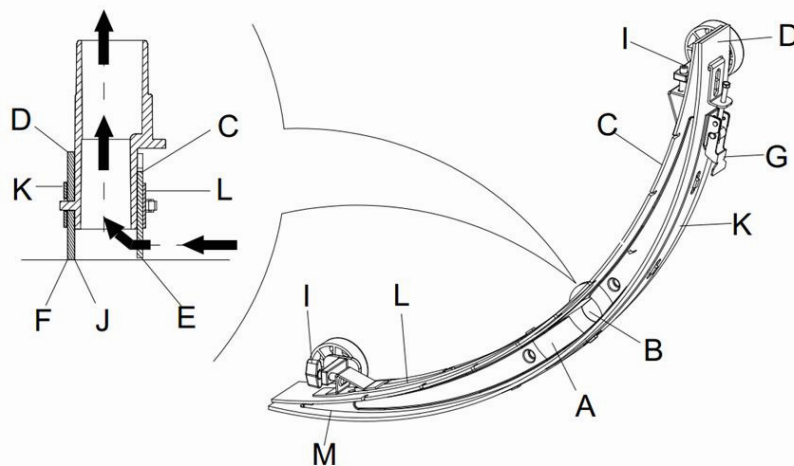

Figure 15
2. Appuyez sur l'interrupteur d'alimentation (41) sur la position "O" pour éteindre la machine.
3. Dévissez les molettes (16) de la raclette, débranchez le flexible d'aspiration de la raclette puis retirez la raclette.
4. Utilisez la poignée de levage de la raclette (14) pour soulever le cadre de support de la raclette.
5. Nettoyez la raclette (**Figure 15**). Nettoyez en particulier la rainure (**A, Figure 15**) ainsi que les saletés et les fragments dans le tube d'aspiration. Vérifiez si la bavette avant (C) et la bavette arrière (D) de la raclette sont intactes et s'il n'y a pas de bords usés ou déchirés. Remplacez-les si nécessaire (voir les étapes dans la partie suivante).
1. Suivez les méthodes indiquées dans la section précédente pour nettoyer la raclette (**Figure 15**)
2. Vérifiez le bord (**E, Figure 15**) de la bavette avant de la raclette et le bord (**F**) de la bavette arrière (**D**) de la raclette. Sur toute la longueur, ils doivent au même niveau. Dans le cas contraire, réglez leurs hauteurs grâce à la procédure suivante.